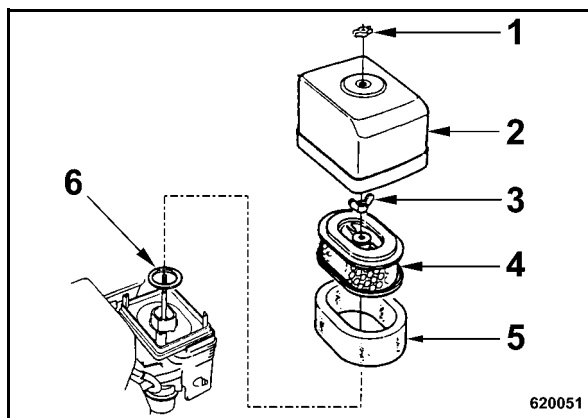

рис. 59
- Открутить гайку-барашек (1) (рис. 59) и снять крышку корпуса (2).
- Открутить гайку-барашек (3) и снять бумажную вставку (4) с пенообразной вставкой (5).
- Проверить резиновую прокладку (6); при необходимости, заменить.